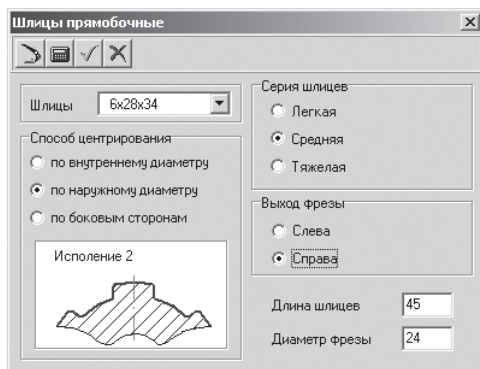

Рис. 3.27. Диалоговое окно **Шлицы прямобо́чные**
- щелкните в окне сообщений по кнопке **ОК**. Появится диалоговое окно **Шлицы прямобо́чные**, см. рис. 3.27.
- щелкните в контекстном меню по пункту **Отредактировать**. Появится диалоговое окно **Шлицы прямобочные** (см. рис. 3.27);